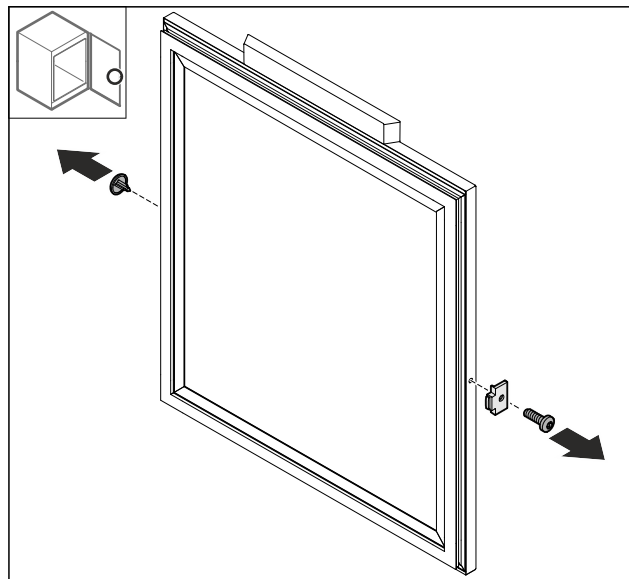

Fig. 69
- ▶ Отстранете капака Fig. 69 (1).
- ▶ Демонтирайте ограничителя на вратата Fig. 69 (2).